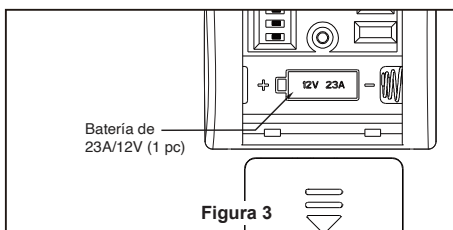

Figura 3
- 3. Para que el ventilador sea funcional, instale las pila (incluidas) de 23A/12V en el transmisor del mando a distancia. Mientras el ventilador esté apagado. A continuación, siga el proceso de fijación remota de código. Si no se utiliza el ventilador durante un largo periodo de tiempo, extraiga la batería para evitar cualquier daño al transmisor. Almacene el mando a distancia en un lugar alejado del calor o la humedad excesiva. (Figura 3)